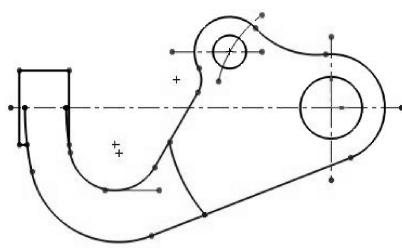

图 2-156 修剪多余图线
- 24 使用【剪裁实体】工具，将草图中多余的图线全部修剪掉，结果如图 2-156 所示。